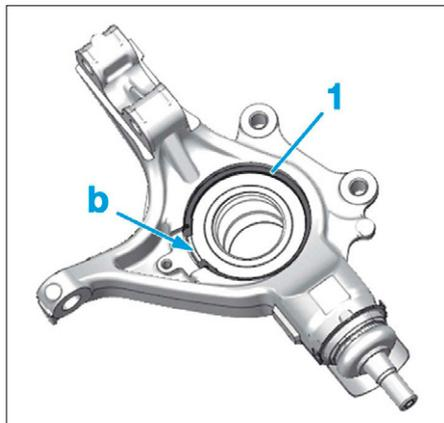

FIG. 46
- Reposer un circlip neuf (1) (Fig.46) de manière à ne pas obstruer l'emplacement (b) et pouvoir reposer le capteur ABS.